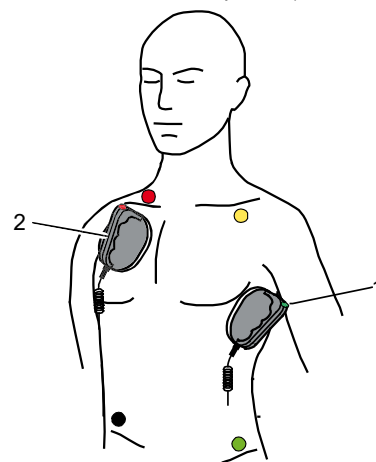

Bild 5-7 Anbringen der Schockpaddles
8. APEX-Schockpaddle (Bild 5-7, Pos. 1) seitlich der Herzspitze (5. ICR) auf den unteren linken Brustkorb platzieren.
9. STERNUM-Schockpaddle (Bild 5-7, Pos. 2) auf den Brustkorb rechts vom Sternum platzieren.